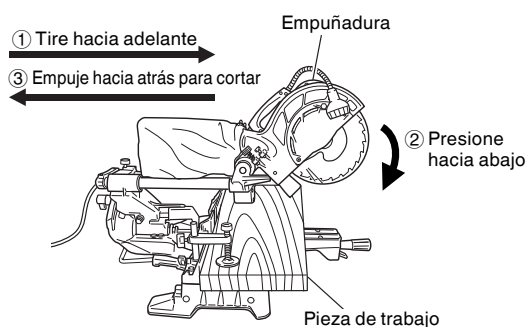

Fig. 28
Después presione hacia abajo la empuñadura y deslice la hoja de sierra hacia atrás para cortar la pieza de trabajo como se indica en la Fig. 28. Esto facilitará el corte de piezas de trabajo de hasta 2-9/16" (65mm) de altura y 12-1/4" (312mm) de anchura.
**⚠ ADVERTENCIA:** \* Para el corte deslizable, siga los procedimientos indicados en la Fig. 28 anterior.